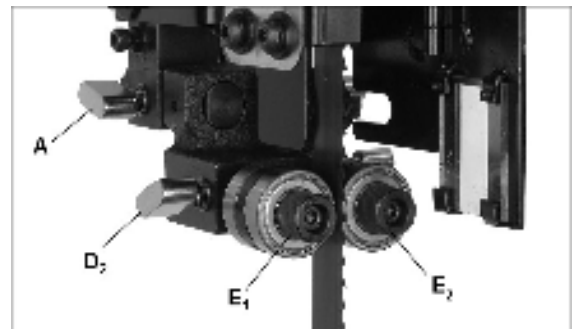
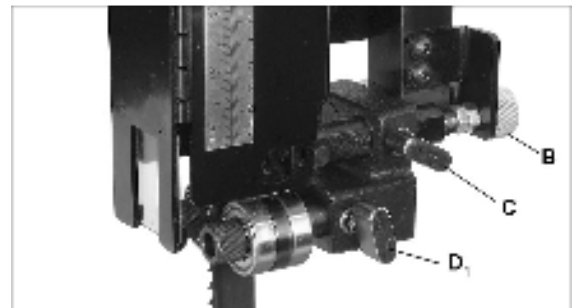
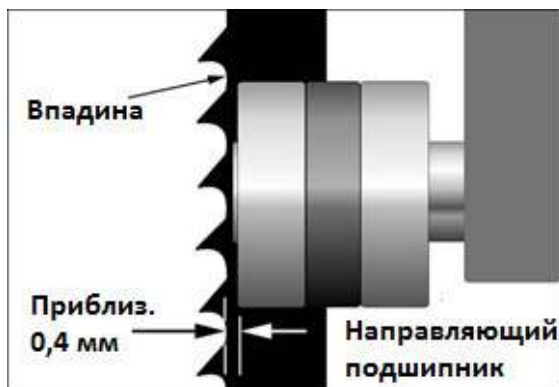

Рис. 27: регулировка верхних направляющих пильного полотна
Рис. 28: регулировка верхних направляющих пильного полотна
Рис. 29: положение направляющего подшипника
- Ослабьте стопорный винт (Рис. 27, A). Убедитесь, что ручка (Рис. 28, C) затянута.
- Перемещайте кронштейн направляющих путем вращения рифленной ручки (Рис. 28, B) до тех пор, пока расстояние между передней плоскостью направляющего подшипника и впадиной (изогнутой площадкой в основании зуба пилы) не составит около 0,4 мм. См. Рис. 29.
6. Затяните стопорный винт (Рис. 27, А), чтобы зафиксировать положение.
7. Ослабьте стопорный винт (Рис. 27, D2; Рис. 28, D1) направляющих подшипников.
8. Направляющий подшипник вращается на эксцентриковом валу. Отрегулируйте подшипник путем вращения рифленной ручки (Рис. 27, E1, E2); расстояние между пильным полотном и подшипником должно составлять около 0,1 мм. Быстрый способ выставить данное расстояние – это вставить между полотном и подшипником новую банкноту (толщина банкноты составляет примерно 0,1 мм). Произведите регулировку подшипника так, чтобы он слегка удерживал банкноту.
9. Затяните стопорный винт (Рис.27, D2; Рис. 28, D1) и извлеките банкноту.
См. Рис. 28 и 30.
3. Ослабьте ручку (Рис. 28, С) и вращайте рифленную ручку (Рис. 28, В), чтобы переместить упорный подшипник к задней стороне пильного полотна.
5. Затяните ручку (Рис. 28, С).